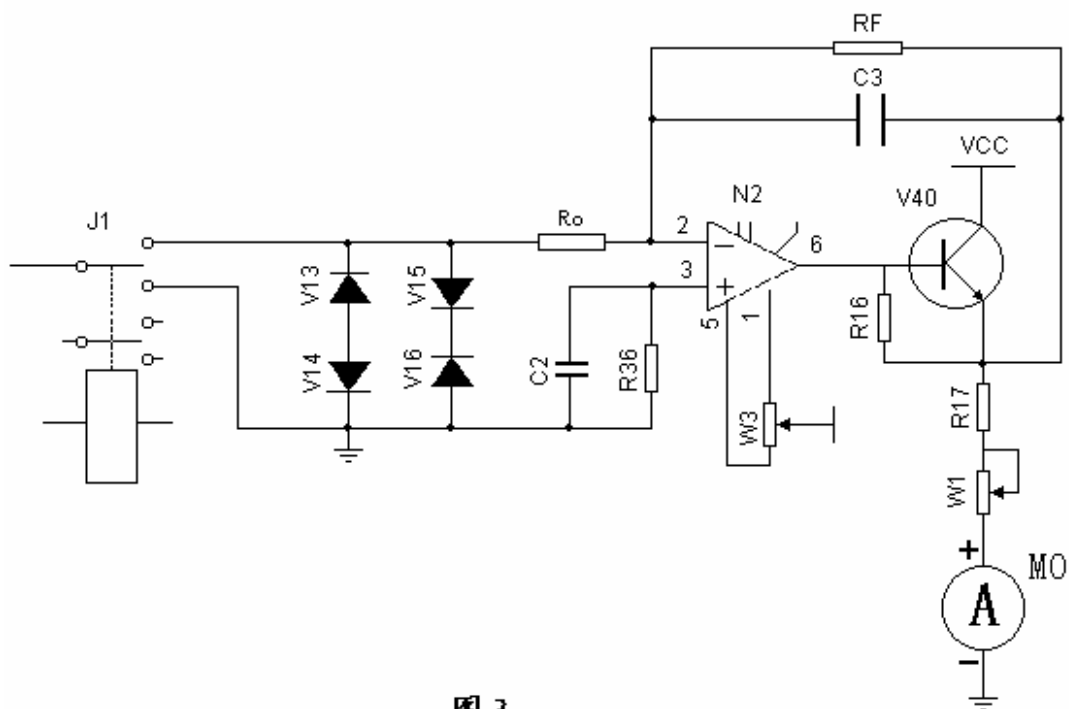

图 3
1、测量放大器：见图 3，由  $N_2$ 、 $V_{40}$ 、 $R_0$ 、 $R_f$  组成 100 倍反相比例放大器。由于有较深的负反馈，漏电流表的读数有良好的线性和很小的零飘，所以仪器面板不设置调零。用户可在定期计量或检修时进行检查，必要时调整仪器内的电位器  $W_3$ 、 $W_1$  予以满足。